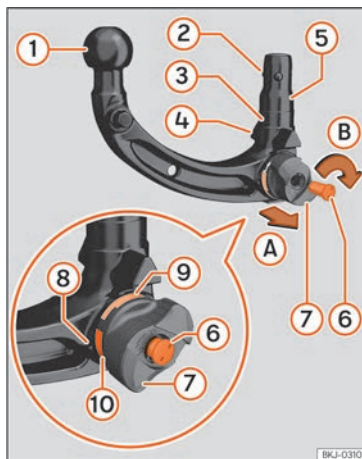

Fig. 154 Cuadro general: enganche desmontable para remolque.
- Abra la tapa de la cerradura >>> **fig. 154** 7 e introduzca la llave 6 en la cerradura.